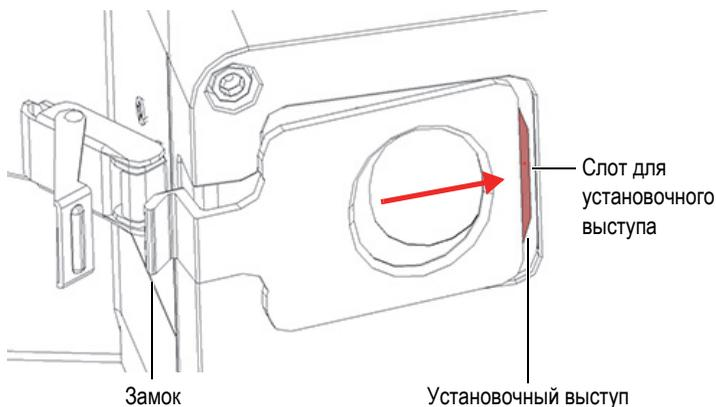

Рис. 4-10 Вставка установочного выступа в слот
4. Вставьте рамку в паз датчика, убедившись, что установочный выступ рамки вошел в слот (Рис. 4-10 на стр. 68).